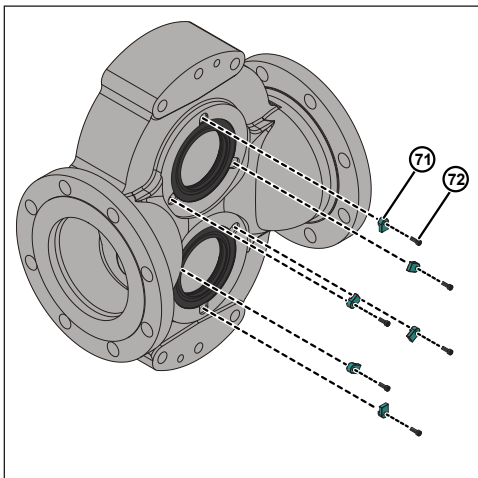

Abbildung 119 - Schrauben und Aufnahmelasche montieren
6. Montieren Sie alle Halterungsglaschen (71) und die Halterungsschrauben (72) vom Pumpengehäuse, wie in Abbildung 119 dargestellt. Dies gilt für Modell 220-320.